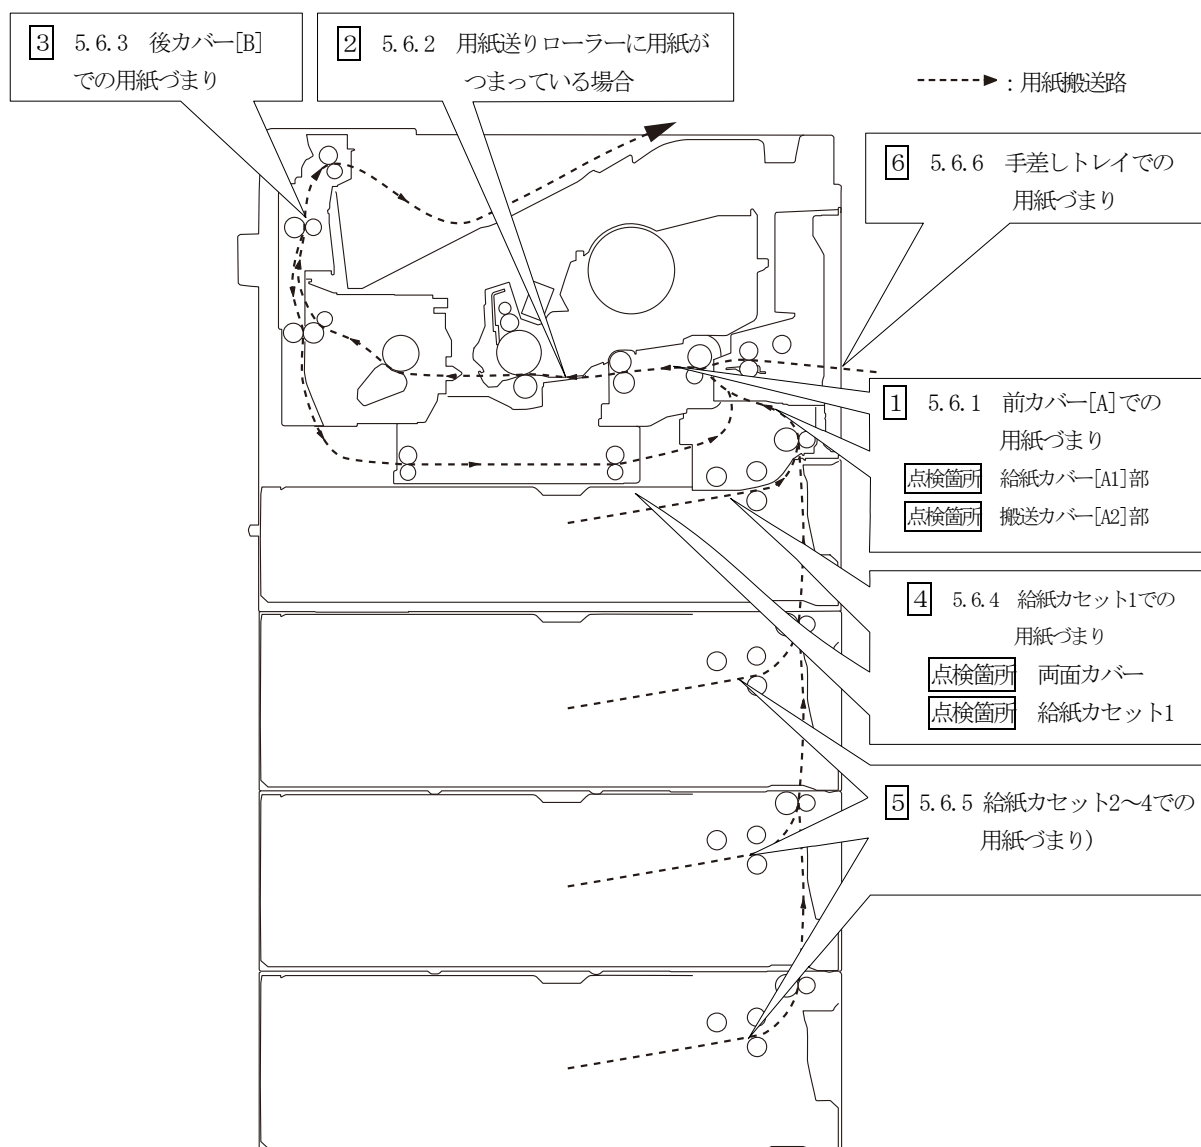

図 5.1 用紙づまり発生箇所
- ・用紙づまりの処置をする際には、用紙搬送路内（図5.1参照）に紙片等の残留物が残っていないか十分確認してください。